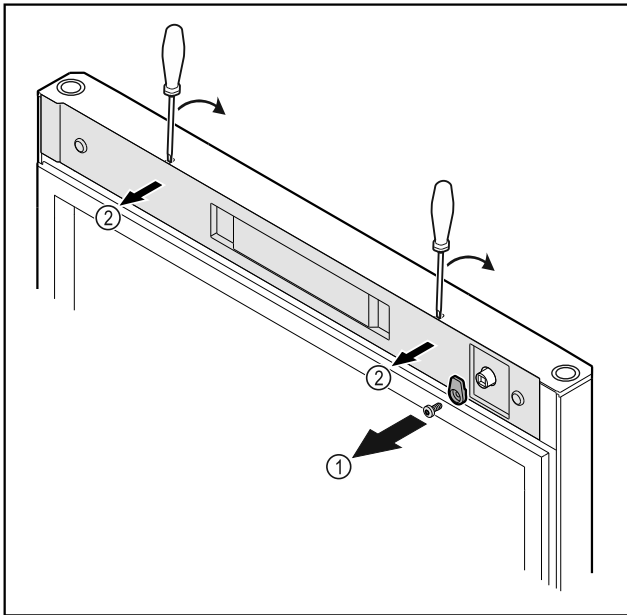

Fig. 12 *
- ▶ Schließhaken Fig. 12 (1) abschrauben.*
- ▶ Abdeckung Fig. 12 (2) mit einem kleinen Schraubendreher austrasten und abnehmen.*